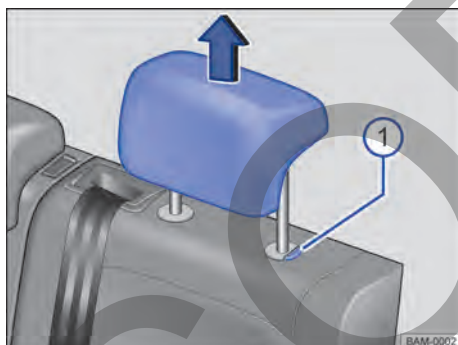

Fig. 67 Apoyacabezas traseros: desinstalar.
- Retirar el apoyacabezas con el botón → fig. 67 ⓘ presionado.
- Empujar hacia abajo el apoyacabezas con el botón → fig. 67 ⓘ presionado.